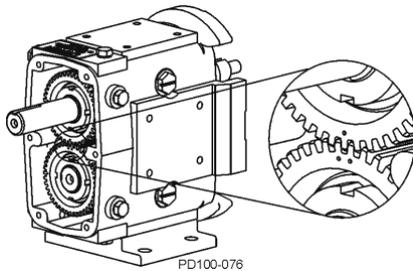

Abbildung 60 - Markierungen der Synchronisierungszahnräder
3. Schieben Sie das Zahnrad der kurzen Welle auf die kurze Welle. Auf dem Zahnrad der kurzen Welle befinden sich zwei Körnungen. Bringen Sie die einzelne Körnung des Stirntriebszahnrades zwischen die beiden Körnungen auf dem Zahnrad der kurzen Welle (Abbildung 60).